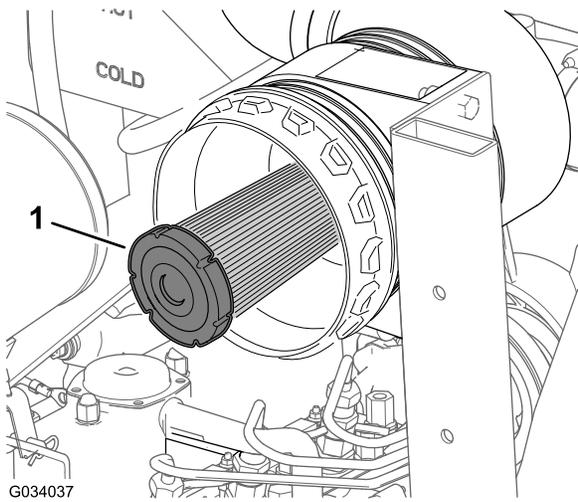

Figura 47
2. Verifique se existe pó ou detritos no filtro de segurança (Figura 47).
Importante: Nunca tente limpar o filtro de segurança (Figura 47). Substitua o filtro de segurança após três operações de manutenção do filtro primário.